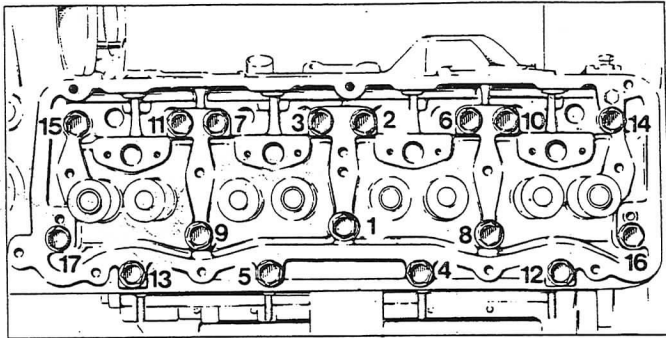

Fig. 9 Ordningsföljd för åtdragning av cylinderlocks-bultar (4 cyl.)
4. Drag åt cylinderlocks bultarna i rätt ordningsföljd så som visas i fig. 9 och 10 till 142 till 149 Nm medan motorn är varm. Kontrollera igen ventilspelen.